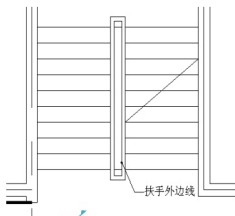
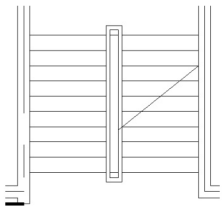

图 2.105 绘制折断线
图 2.106 延伸斜线下端至扶手外边线
(1) 打开【对象捕捉】功能, 在右侧楼梯段上绘制出一条斜线, 如图 2.105 所示。
(2) 用【延伸】命令将斜线下端延伸至扶手的外侧，结果如图 2.106 所示。
① 在选择对象或 <全部选择>：提示下，选择如图 2.105 所示的扶手外边线，则扶手外边线变虚。这样就选择扶手外侧边线作为延伸边界，即下面将把斜线左下端延伸至扶手外边线处。
② 按 Enter 键进入下一步命令。
③ 在选择要延伸的对象，或按住 Shift 键选择要修剪的对象，或[栏选(F)/窗交(C)/投影(P)/边(E)/放弃(U)]：提示下，单击斜线左下端点。
④ 按 Enter 键结束【延伸】命令。这时斜线左下端点延伸至扶手外侧边线处，如图 2.106 所示。